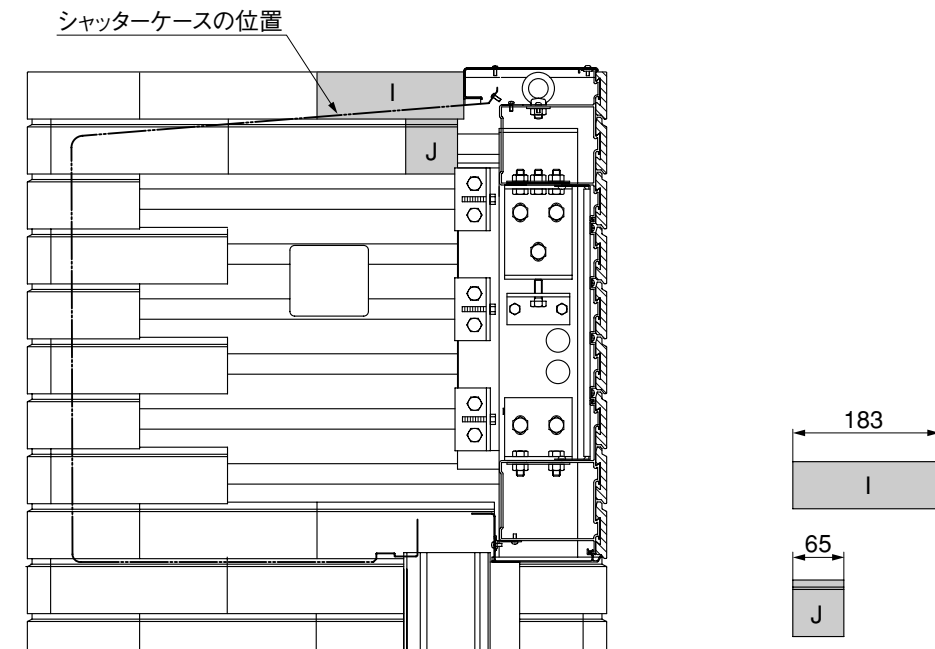
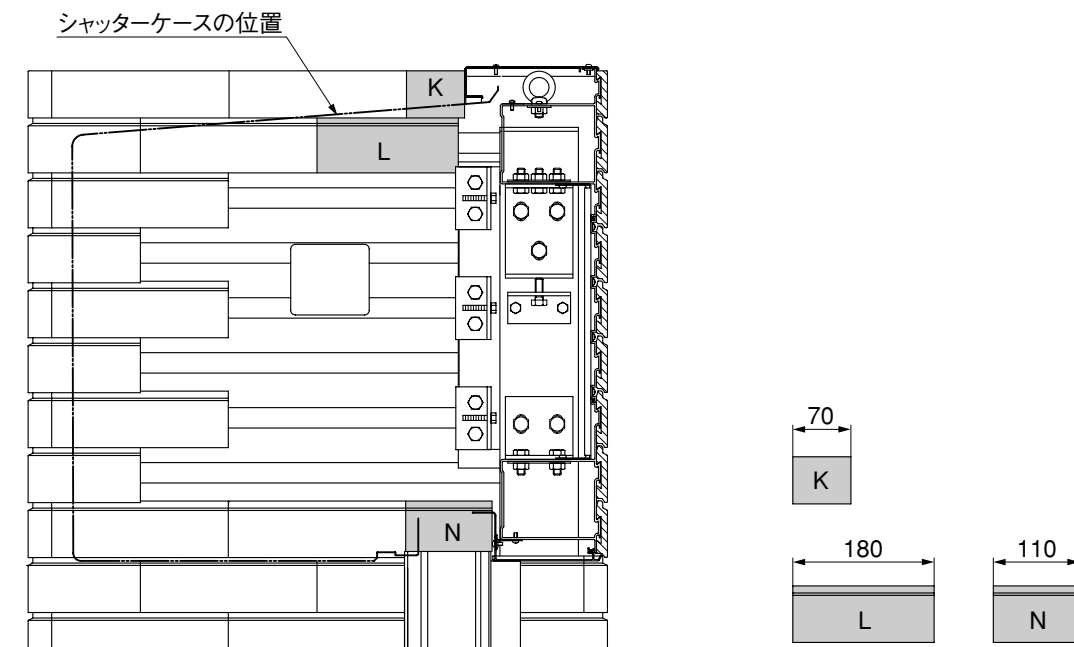

図1-1 H2100の場合
図1-2 H2300の場合
- 割付けはH21 (図1-1参照) とH23 (図1-2参照) とで異なります。